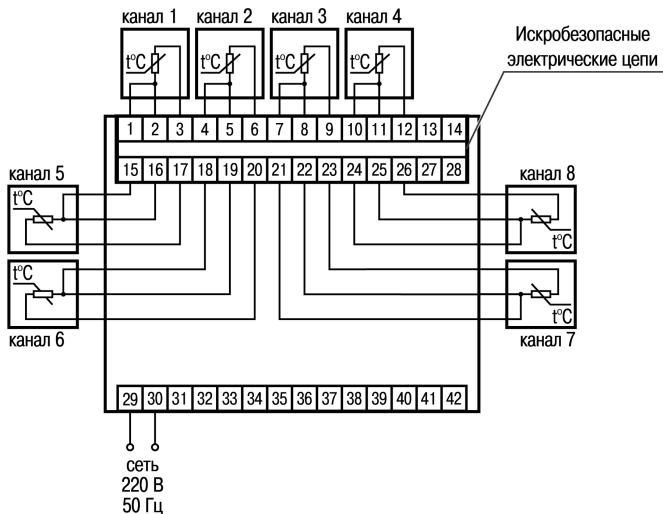

Рисунок 5.3 – Подключение к прибору ТС типа TCM, ТСП
1. В соответствии со схемой подключения (см. *рисунок 5.3*) установить перемычку между контактами клеммника прибора, соединенными с общим для них выводом датчика.